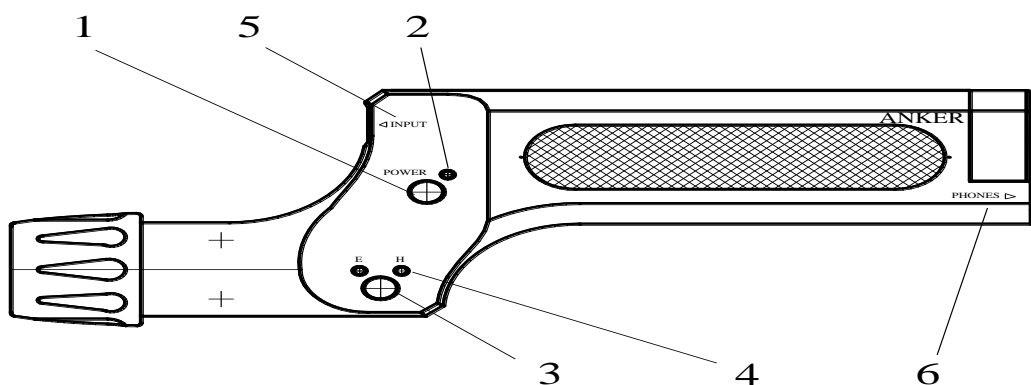

Рис. 2. Вид ручки слева
1.5.3. Для удобства работы с изделием ручка имеет изогнутую форму. На левой боковой поверхности ручки (рис. 2) расположены: